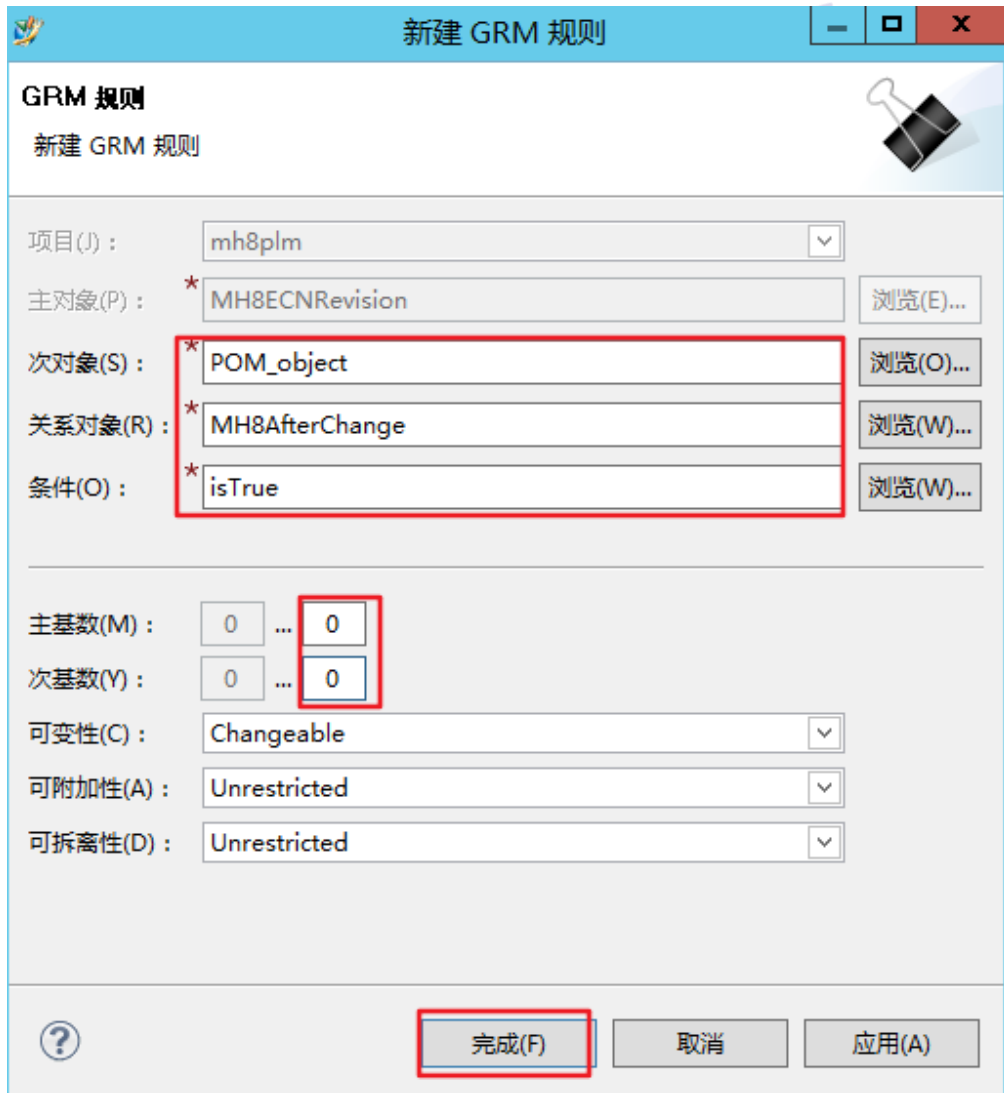

图 2
2)为 ECNRevision 添加 GRM 规则,添加次对象为 POM_object,使用条件 isTrue,并将主次基数设置为 0, 实现所有对象类型都不能和 ECNRevision 建立“更改后”关系。如图 2